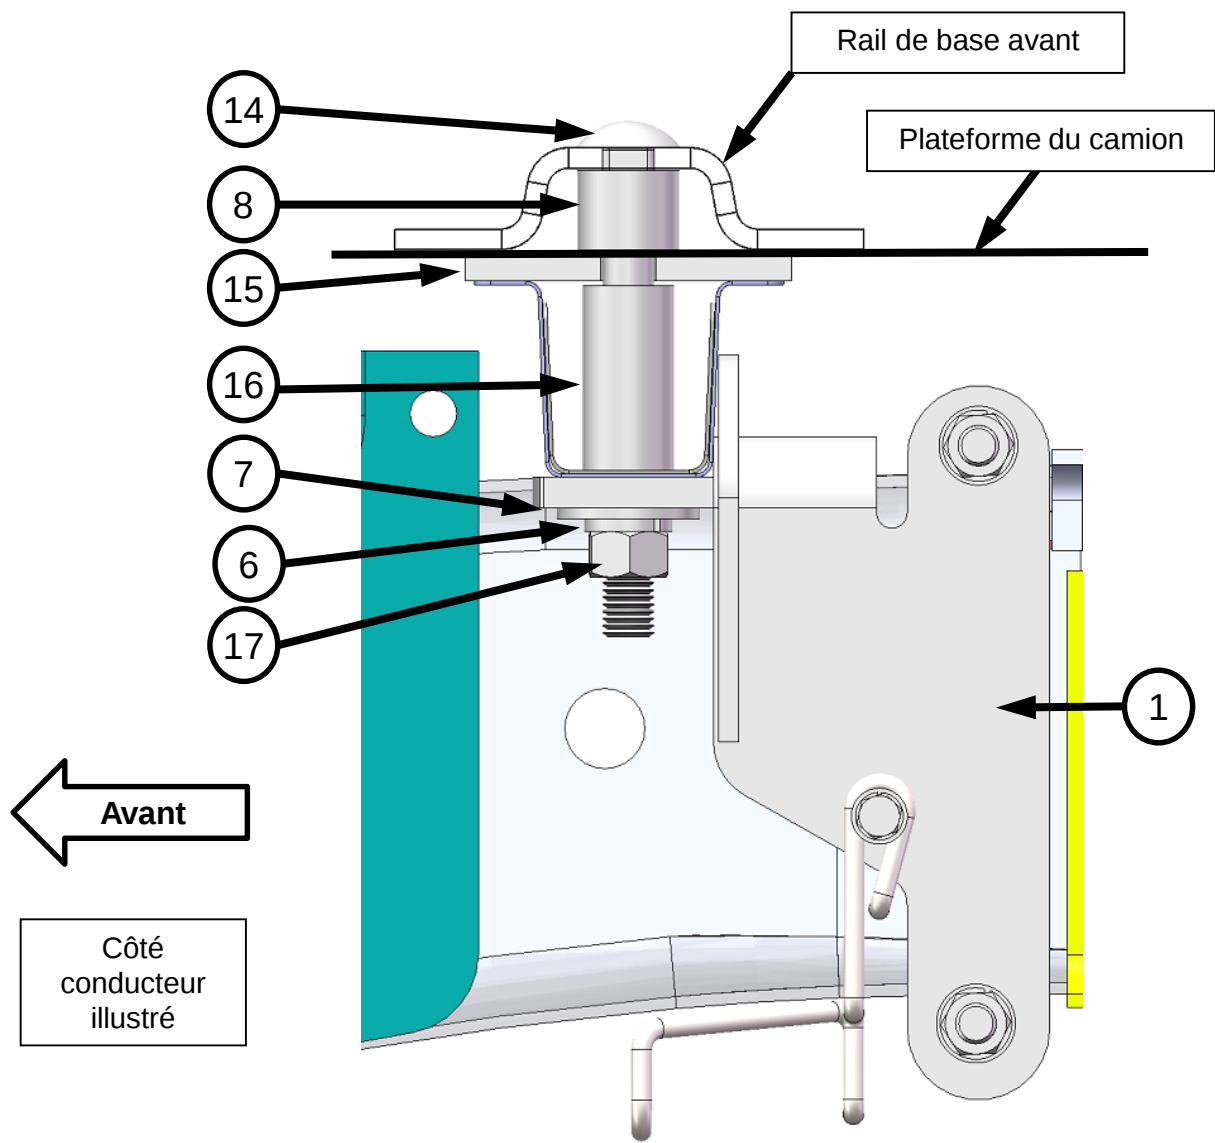

Figure 14
25. Placer les deux rails de plateforme et l'assemblage de la sellette d'attelage des étapes 13 à 16 sur les trous percés à l'étape 16. Fixer le rail de base avant au support avant du côté conducteur (n° 1) à l'aide des pièces de montage de 5/8 po (n° 14, 7, 6 et 17). Installer le tube d'espacement du rail de base (n° 8), tel qu'illustré. Installer la plaque d'espacement de 1/4 po (n° 15), tel qu'illustré, entre la plateforme du camion et le support avant du côté conducteur. Voir la Figure 14.